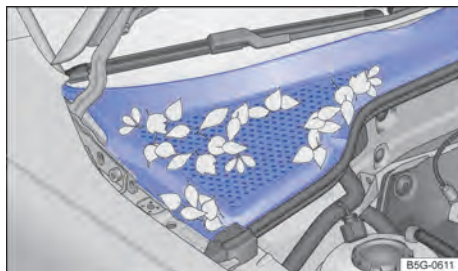

Fig. 166 Entre el vano motor y el parabrisas: caja de aguas (representación gráfica).
- La caja de aguas está ubicada en el vano motor, entre el parabrisas y el motor, y bajo una cubierta perforada → fig. 166. El aire ambiente es aspirado de la caja de aguas al interior del vehículo por medio del sistema de calefacción y ventilación o del aire acondicionado.